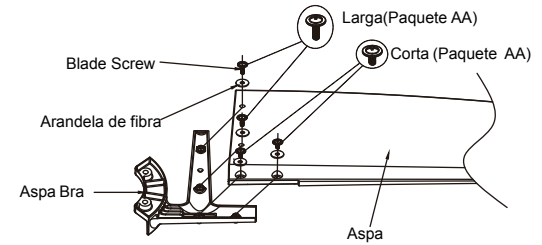

Fig. 15
Paso 1. Coloque un aspa por encima de un brazo del aspa con pasadores roscados tal como se muestra. Asegúrese de que el borde inferior del aspa se apoye por completo contra el brazo del aspa. Con ayuda de un destornillador Phillips, coloque (1) tornillo de aspa y (1) arandela dentro del aspa y del brazo del aspa (no ajuste); repita con los tornillos (3) y las arandelas (3) restantes de las aspas. Ajuste bien cada tornillo. Asegúrese de que el aspa esté instalada en forma horizontal. Repita los pasos con cada una de las aspas restantes. (Fig. 15)"
Recuerde: Hay dos tipos de tornillos de aspas (uno es corto y el otro es largo), ver la Fig. 15 para más detalles y asegurarse de que no estén utilizados de manera incorrecta.